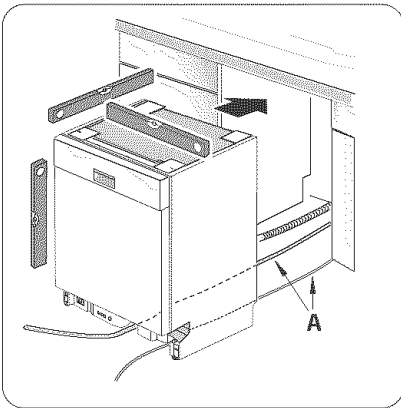
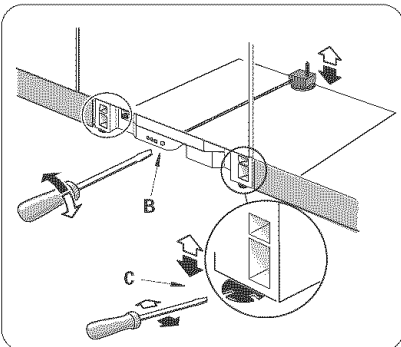
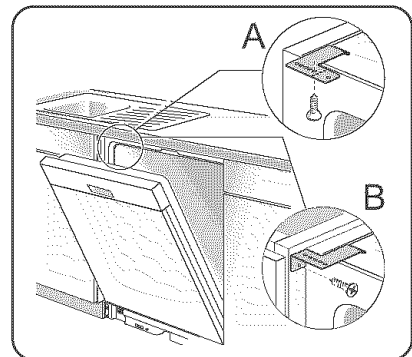

Figure 19/Ilus. 19
Figure 20/Ilus. 20
Figure 21/Ilus. 21
- 2) Position the dishwasher close enough to the enclosure so that you can run the dishwasher drain hose to the under sink drain connection. Make certain that the hot water supply line and the electrical supply cable are in their channels under the dishwasher base, as shown in Figure 19, letter A.
- 4) Perform a level check as shown in Figure 19. Adjust the rear leveler by turning the center screw at the front of the dishwasher, as shown in Figure 20, letter B. Turning the screw clockwise raises the rear of the dishwasher. Adjust the front levelers by turning them with a screwdriver, as shown in Figure 20, letter C. Turning the levelers to the right raises the dishwasher. If additional height is needed, shims may be added under the leveler feet.
Drive the mounting screws through the holes in the mounting brackets, as shown in Figure 20, letter A for Top Mount, or as shown in Figure 21, letter B for Side mount.
- 2) Positionner le lave-vaisselle assez près de l'ouverture pour acheminer le tuyau de vidange à la connexion du drain d'évier. S'assurer que la canalisation en eau chaude et le câble électrique sont dans leurs rainures sous la base de l'appareil comme à la figure 19, lettre A.
- 4) Vérifier le niveau comme à la figure 19. Régler le pied niveleur arrière en tournant la vis centrale devant le lave-vaisselle comme à la figure 20, lettre B. Tourner dans le sens horaire pour élever l'arrière de l'appareil. Régler les pieds niveleurs avant avec un tournevis comme à la figure 20, lettre C. Tourner vers la droite pour soulever. Si une hauteur additionnelle est nécessaire, il faudra peut-être des cales sous le pied niveleur.
Insérer les vis de fixation par les trous dans la fixation comme à la figure 20, lettre A pour la fixation supérieure ou à la figure 21, lettre B pour la fixation latérale.
- 2) Acomode la lavadora tan cerca del gabinete como para poder conectar la manguera de desagüe de la lavadora a la conexión de evacuación debajo del fregador. Asegúrese de que el tubo de agua caliente y el cable eléctrico estén puestos en sus canales respectivos bajo la base de la lavadora, tal como indican las flechas A en la Ilustración 19.
- 4) Revise el nivel como muestra la Ilustración 19. Ajuste el nivelador trasero por medio de darle vuelta al tornillo del centro en la cara frontal de la lavadora, tal como indica la flecha B en la Ilustración 20. La parte trasera de la lavadora se eleva a medida que se gire el tornillo en el sentido del reloj. Ajuste los niveladores de frente por medio de darles vuelta con un destornillador, tal como indica la flecha C en la Ilustración 20. La lavadora se eleva a medida que los niveladores giran hacia la derecha. Si la lavadora debe elevarse aún más, introduzca calces debajo de los pies de los niveladores.
Introduzca los tornillos de montaje a través de los hoyos en los soportes de montaje, tal como indica la letra A en la Ilustración 21, para realizar el montaje superior; o según lo que indica la letra B en la misma ilustración para realizar el montaje lateral.